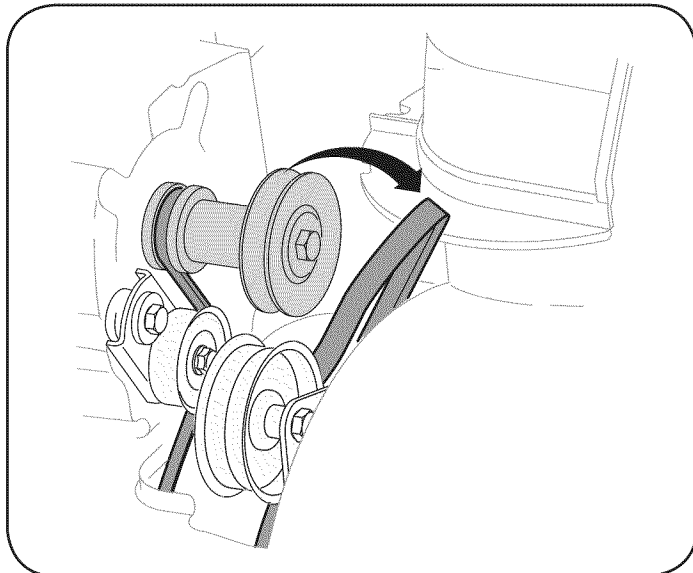

Figura 31
4. Saque la correa de la barrena de la polea del motor. Vea la Figura 31.